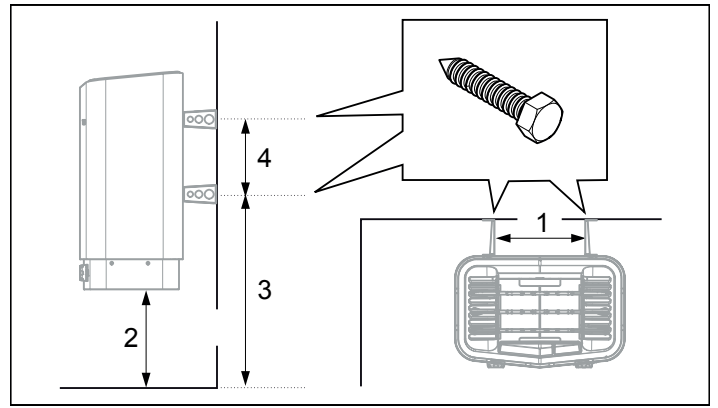

Рисунок 8: Определение размеров
6. Разместите винты кронштейнов согласно указанным размерам см Рисунок 8.